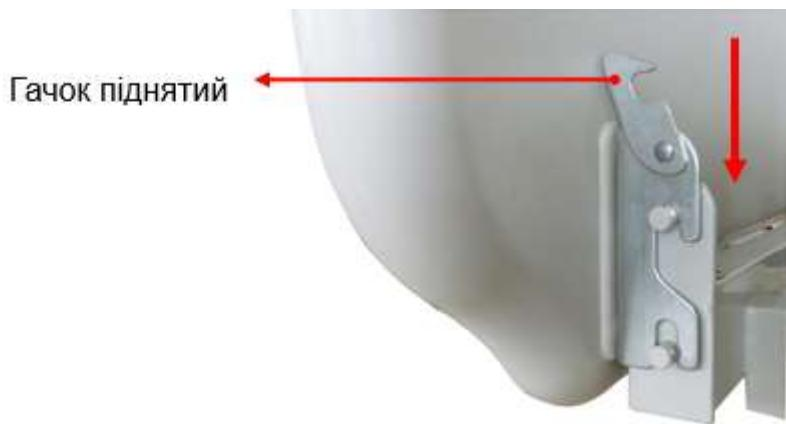

Рис. 3
Поверніть перемикач угору та вставте бортік або ніжку в тримач, як показано на малюнку нижче. Поверніть перемикач угору та вставте бортік або ніжку в тримач, як показано на Рис.3.
- (3) Вставте узголів'я/задню панель (Рисунок 3) у відповідний металевий гачок, потім закріпіть узголів'я/задню панель за допомогою металевого гачка як показано на (Рисунку 4). Поверніть гачок вниз, щоб зафіксувати.